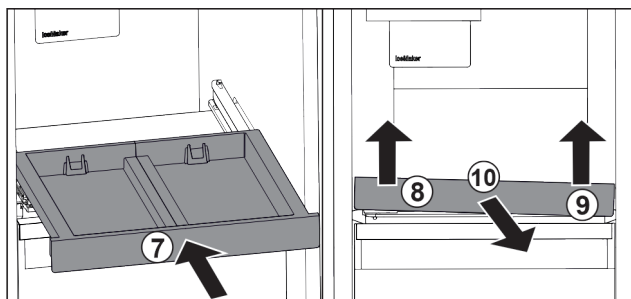

Fig. 35
- ▶ Skub udtrækshylden ind. Fig. 35 (7)
- ▶ Løft udtrækshylden foran i venstre side. Fig. 35 (8)
- ▶ Løft udtrækshylden foran i højre side. Fig. 35 (9)
- ▶ Tag udtrækshylden ud fremefter. Fig. 35 (10)